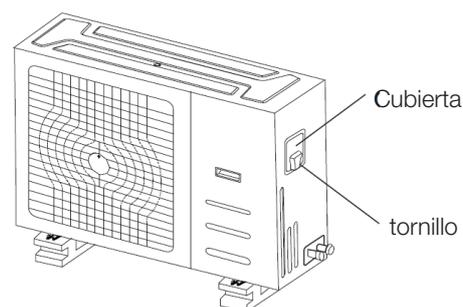

Fig. 17-1
- Remover cubierta. (Si no existe una cubierta en la unidad exterior, desmontar los tornillos del tablero de mantenimiento para quitar el tablero de protección) (Ver Fig. 17-1)